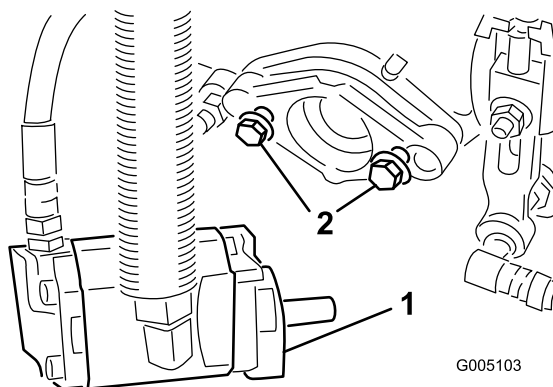

**Figure 13**
- Alignez les boîtes des rotules de sorte que le côté ouvert soit centré vers la sphère. Serrez les contre-écrous pour fixer les boîtes de rotules en position (Figure 13).